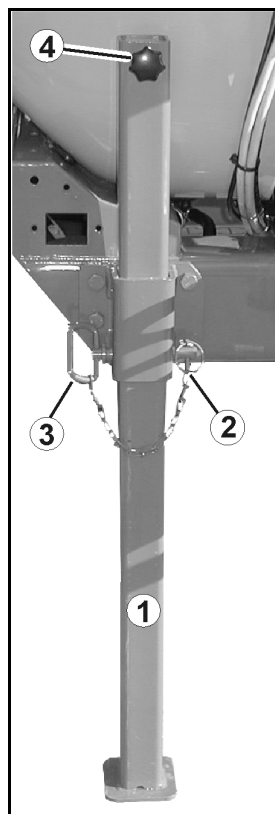

Fig. 38
1. Loosen linchpin (Fig. 38/2).
2. Pull out pin (Fig. 38/3).
3. Raise/lower stand using handle (Fig. 38/4).
Stand adjustable (Fig. 38 /1) :